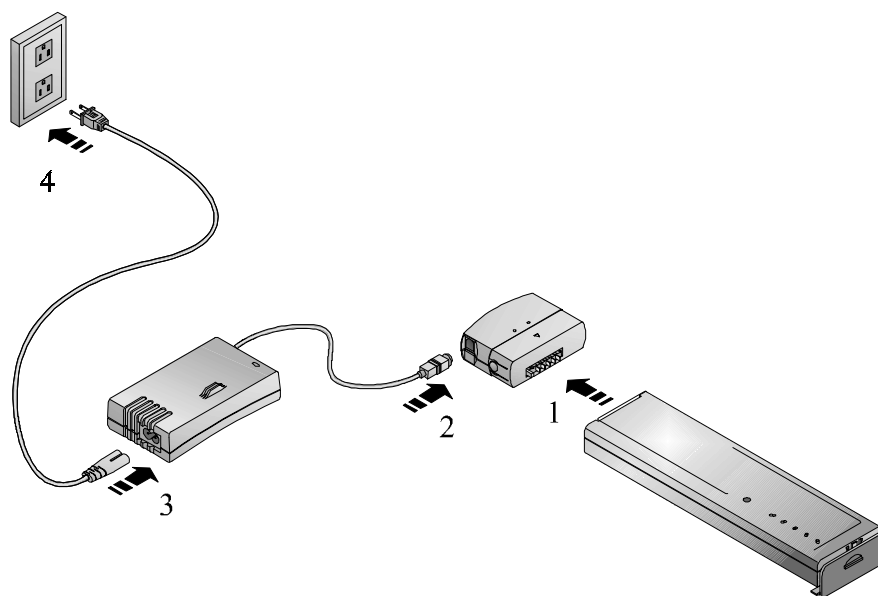

Figura 6-11: Uso del carica-batteria esterno
1. Collegare la batteria al carica-batteria esterno (figura 6-11, passo 1).
2. Collegare l'adattatore per c.a. al carica-batteria esterno (figura 6-11, passo 2).
3. Collegare quindi il cavo di alimentazione all'adattatore per c.a. (figura 6-11, passo 3).